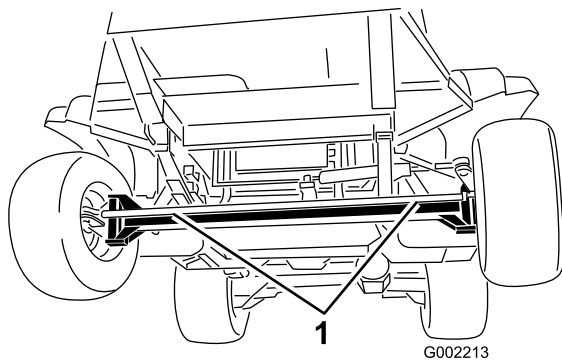
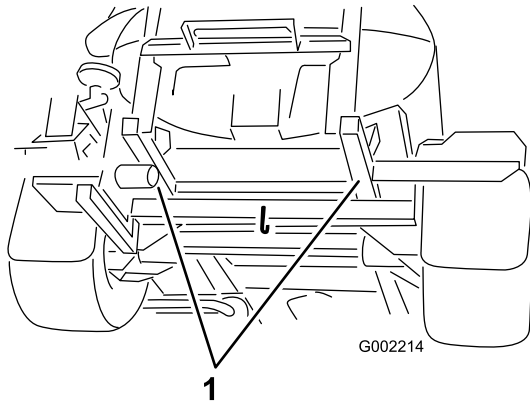

Bild 58
Bild 59
4. Bringen Sie eine Schleppleine am Rahmen an, siehe Abschleppstellen vorne und hinten (Bild 58 und Bild 59).